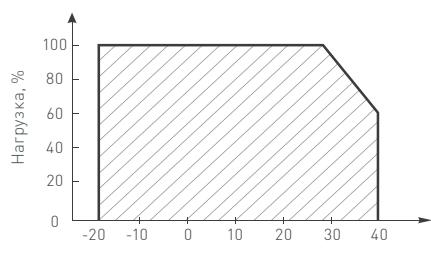

Рис. 2. Максимальная допустимая нагрузка,
- 4.3. Не нагружайте источник питания более 80% от его максимальной мощности. Учитывайте, что с повышением температуры окружающей среды максимальная мощность источника питания снижается, и при температуре, близкой к максимальной, нагрузка должна составлять не более 60% от максимально допустимой (см. график зависимости на Рис. 2).